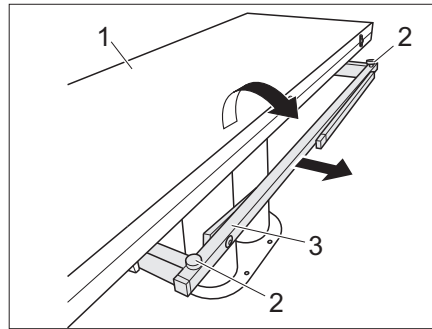

Fig. 106 Agrandir la table
- Sortir l'infrastructure de la table (Fig. 106,3).
- Déplier la moitié de table (Fig. 106,1).
- Régler la hauteur souhaitée du plateau de la table à l'aide des deux vis de réglage (Fig. 106,2).